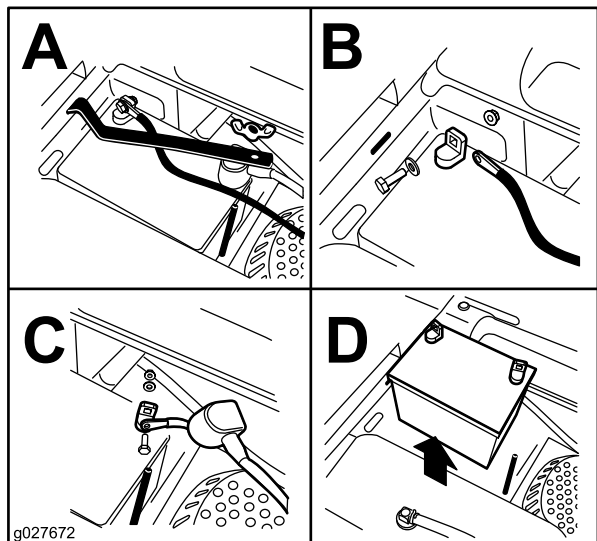

Figura 53
- Retire a porca de orelhas que prende o grampo da bateria (Figura 53).
- Retire o grampo (Figura 53).
- Desligue primeiro o cabo negativo (preto) da bateria do terminal negativo (-) (preto) da bateria (Figura 53).
- Deslize a tampa do terminal vermelho para fora do terminal positivo (vermelho) e remova o cabo positivo (+) (vermelho) da bateria (Figura 53).
- Posicione a bateria na base com os pólos terminais afastados do depósito de combustível (Figura 53).
- Prenda os cabos com 2 parafusos, 2 anilhas e 2 porcas de bloqueio (Figura 53).
- Instale o grampo e fixe-o com porca de orelhas (Figura 53).